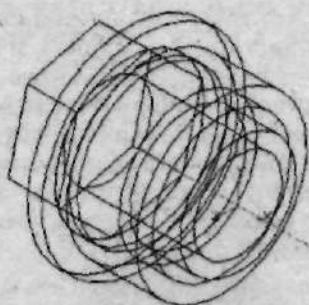

Рис. 2.14. При работе с более сложными моделями изображение становится загроможденным
- **Каркас.** Если вы хотите увидеть остов создаваемой вами модели, то есть все линии, образующие ее геометрию, воспользуйтесь этим типом отображения. Его полезно использовать при работе с моделями, имеющими небольшое количество формообразующих элементов (рис. 2.13). При использовании же этого инструмента для работы с достаточно сложными объектами на экране будут отображаться абсолютно все линии, ограничивающие ее поверхности и изображение становится загроможденным и неясным (рис. 2.14);